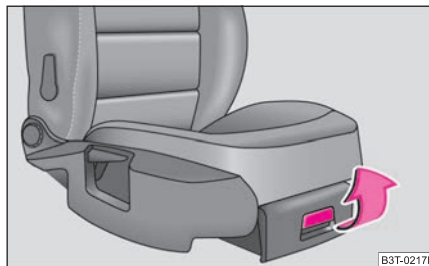

Abb. 98 Beifahrersitz: Ablagefach
- Zum Öffnen der Klappe Verschluss anklicken und Klappe aufziehen ⇒ Abb. 98.